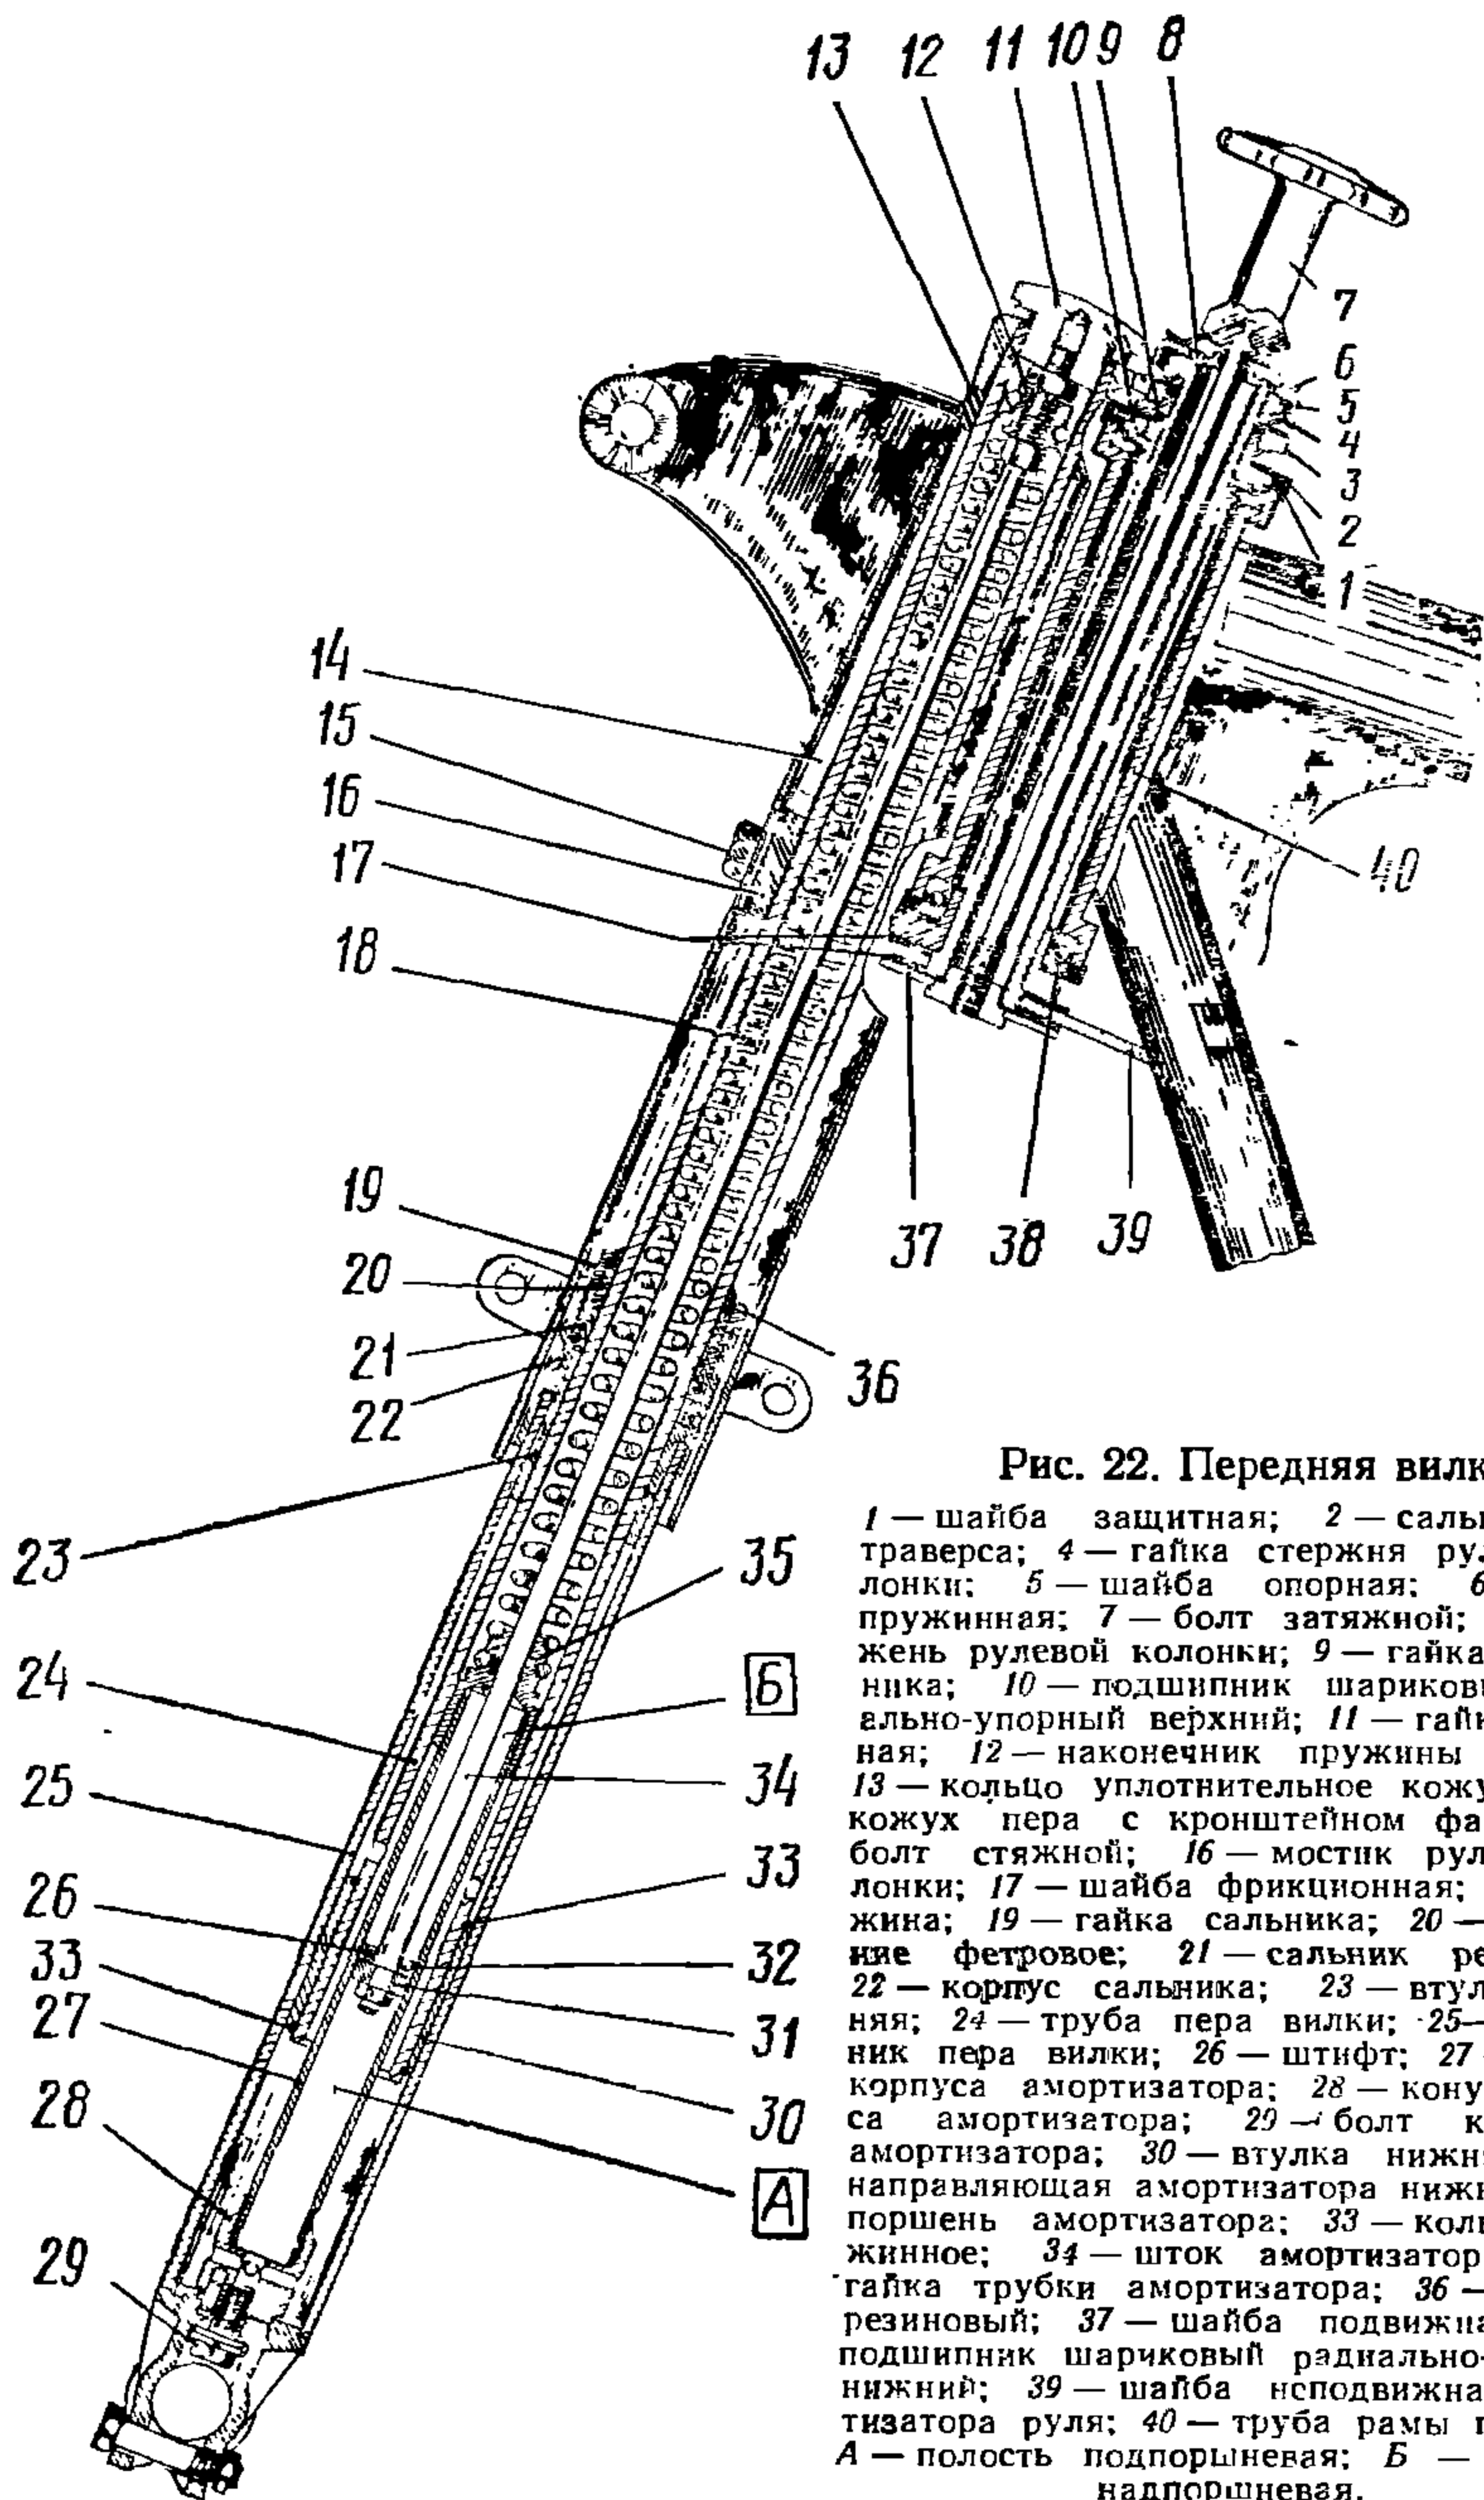

Рис. 22. Передняя вилка:
Передняя вилка телескопического типа с внутренними пружинами и гидравлическим амортизатором двустороннего действия (рис. 22) состоит из стержня 8 рулевой колонки с мостиком 16, траверсы 3, двух перьев с амортизаторами и амортизатора руля (демпфера).
**Амортизатор руля.** На мотоцикле установлен амортизатор фрикционного типа (см. рис. 22). Он состоит из двух стальных шайб, подвижной 37 и неподвижной 39, двух фрикционных шайб 17 и затяжного болта 7 с головкой. Трение между стальными и фрикционными шайбами затрудняет поворот передней вилки.